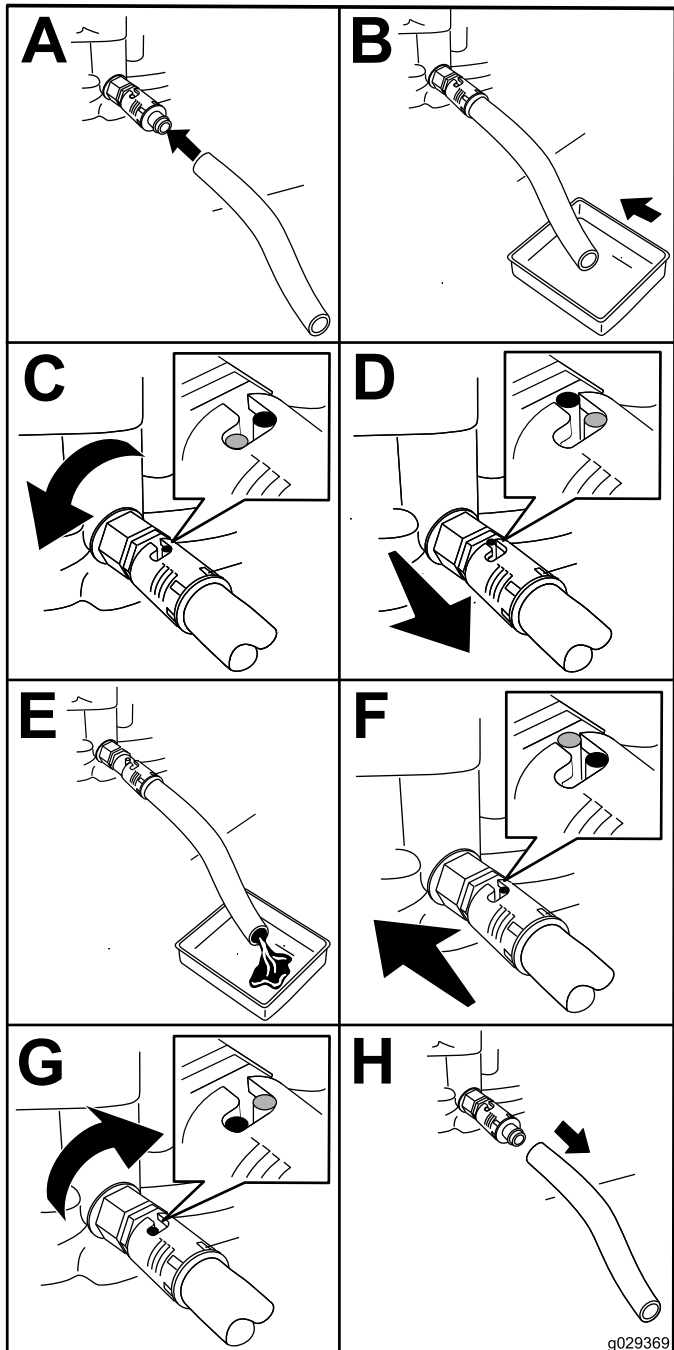

Bild 20
2. Lassen Sie das Öl vom Motor ab, siehe (Bild 20).